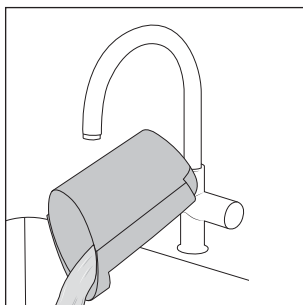

Fig. 22
- ♦ Vărsați apa murdară și murdăria (a se vedea fig. 22).